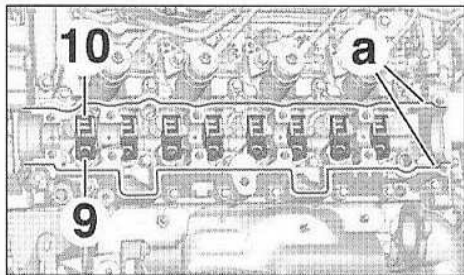

FIG.105
- Contrôler l'état des poussoirs hydrauliques (9) et les linguets à rouleaux (10) (Fig.105).
- Lubrifier avec de l'huile moteur les poussoirs hydrauliques (9) et les linguets à rouleaux (10).
- Reposer les poussoirs hydrauliques (9) et les linguets à rouleaux (10) en respectant leur position d'origine.